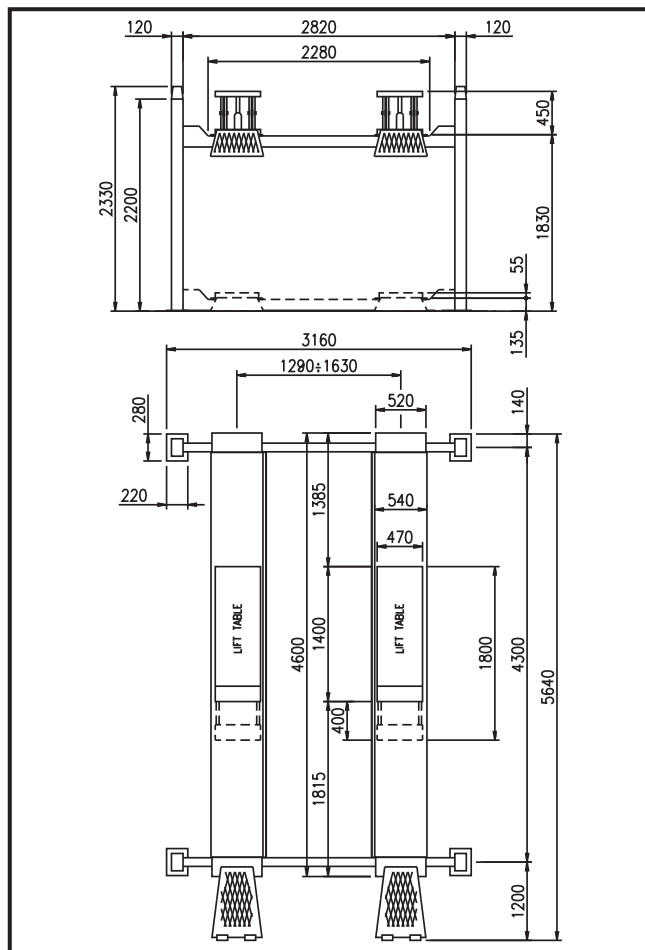

Fig.11 Dimensioni ed ingombri senza kit assetto ruote
Le due pedane portaveicoli (Fig. 11) appoggiano sulle traverse. La pedana sinistra (1) è fissa, mentre la pedana destra (2) è mobile e può scorrere orizzontalmente per adattarsi alle diverse carreggiate dei veicoli. Entrambe sono dotate di bordi interni (3) di contenimento dei pneumatici del veicolo e di arresti fissi di sicurezza (4) che impediscono al veicolo stesso di oltrepassare accidentalmente la fine della pedana; le rampe di accesso (5), incernierate sulle pedane, si posizionano verticalmente quando le pedane salgono, bloccando in maniera definitiva il veicolo.